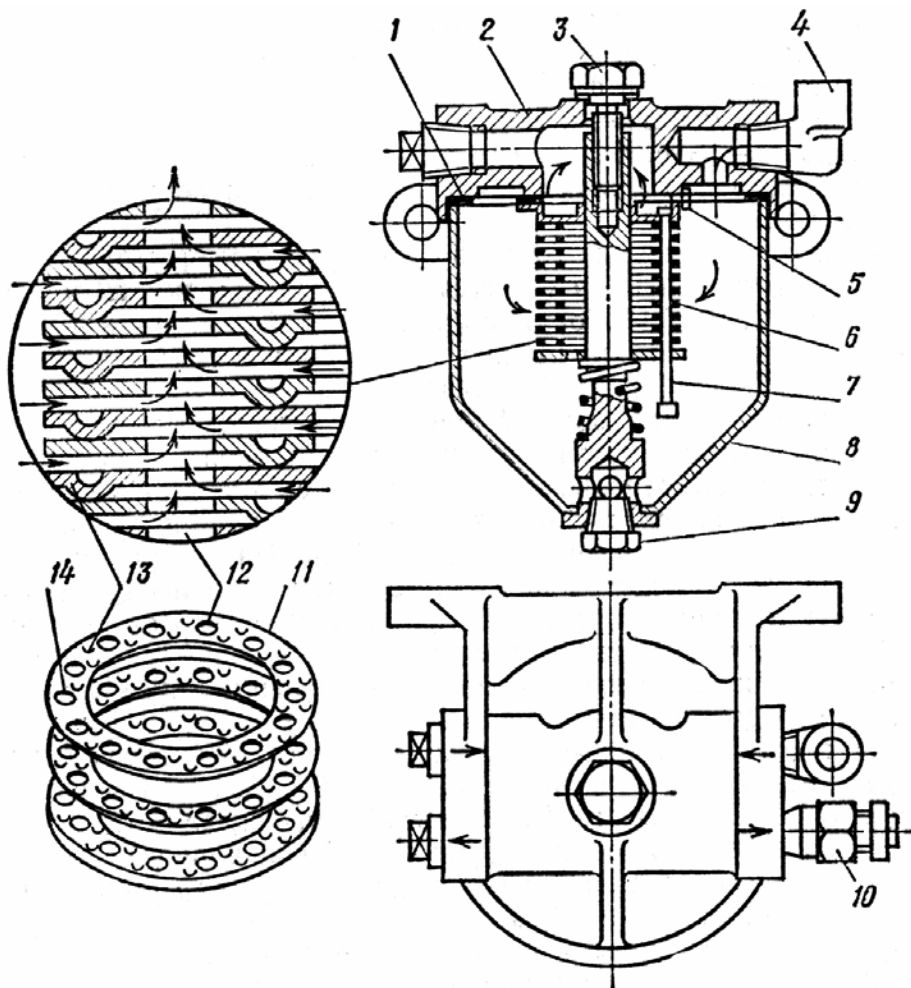

Рис. 4.26. Фильтр грубой очистки топлива двигателей ЗМЗ-53 и ЗИЛ-130:
4. Изучите устройство и принцип работы фильтра грубой очистки топлива (рис. 4.26).
5. Изучите устройство и принцип работы фильтра тонкой очистки топлива с сетчатым фильтрующим элементом, (рис. 4.26, а).